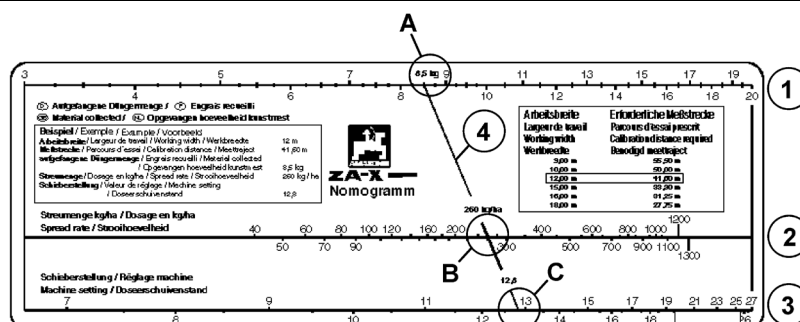

Fig. 62
2. Klemmhebel (Fig. 62/2) lösen.
3. Auf der Skala (Fig. 62/1) den der Streutabelle entnommen beziehungsweise mit der Abdrehvorrichtung ermittelten Skalenwert für die Schieberstellung aufsuchen.
4. Die Ablesekante (Fig. 62/4) des Zeigers (Fig. 62/3) auf den Skalenwert einstellen.
5. Klemmhebel (Fig. 62/2) wieder fest anziehen.